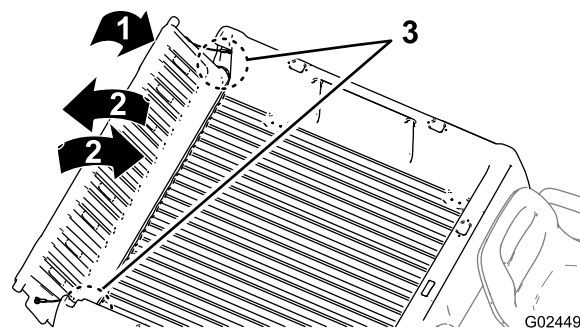

Рисунок 12
3. Короткими движениями, встряхивая, поверните откидной борт назад и вперед несколько раз (Рисунок 12).
2. Поверните откидной борт приблизительно в положение 45° (Рисунок 12).